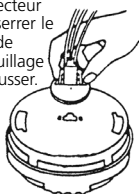

FIGURE 3
- Monter le CONNECTEUR RAPIDE C.A. à l'arrière de la lampe stroboscopique (voir fig. 3) en s'assurant que le système de verrouillage s'encliquette.